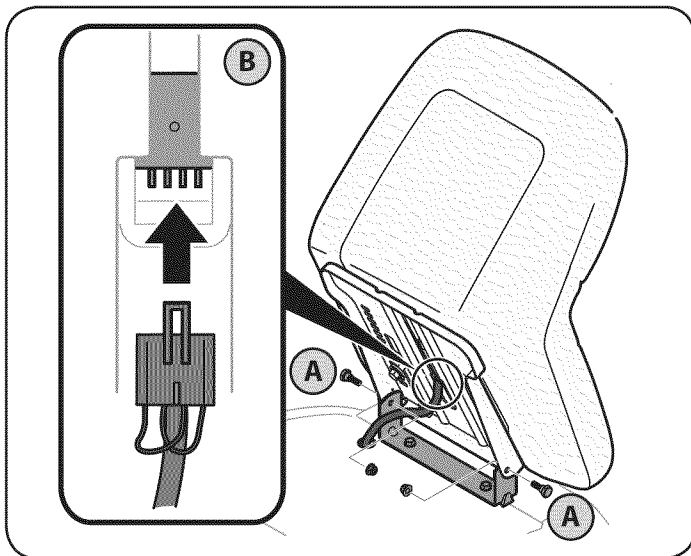

Figura 4
- Conecte el mazo de cables en el interruptor de seguridad del asiento en la parte inferior del asiento, como se muestra en B de la Figura 4.